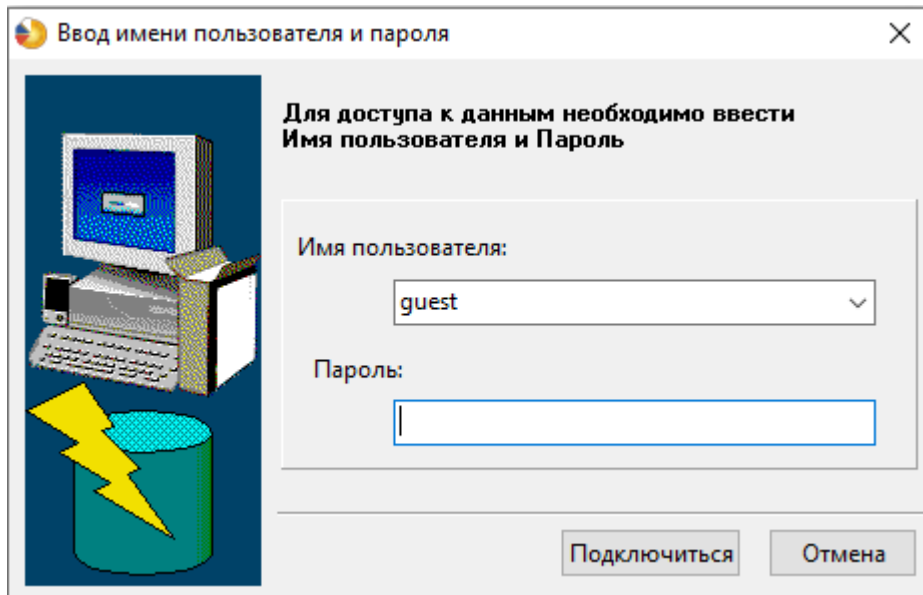

Рис. 24 – Ввод пароля
- Выбрать из выпадающего списка имя пользователя и ввести пароль (см. рис. 24).
- Ввести пароль (см. рис. 24).